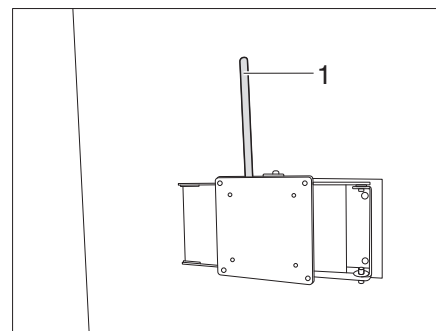

Figure 135 Support à bras articulé (variante 4)
- Tirer sur le levier (Figure 135,1).
- Repousser le levier (Figure 135,1) vers le dispositif de blocage en position initiale.